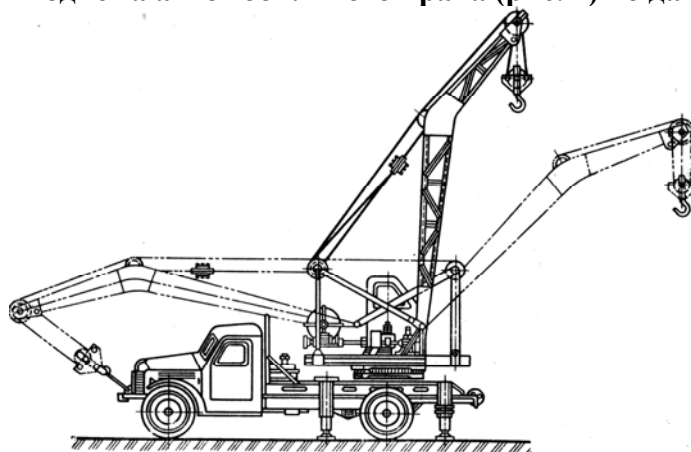

Рис. 1
1. Рассчитать механизм подъема автомобильного крана (рис. 1) по данным табл. 1.